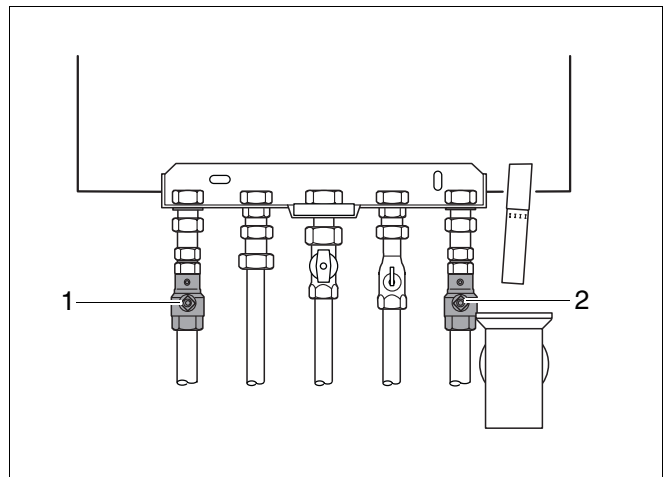

Abb. 18 Wartungshähne
- Wartungshähne am Vor- und Rücklaufanschluss öffnen (Abb. 18, Pos. 1 und 2).